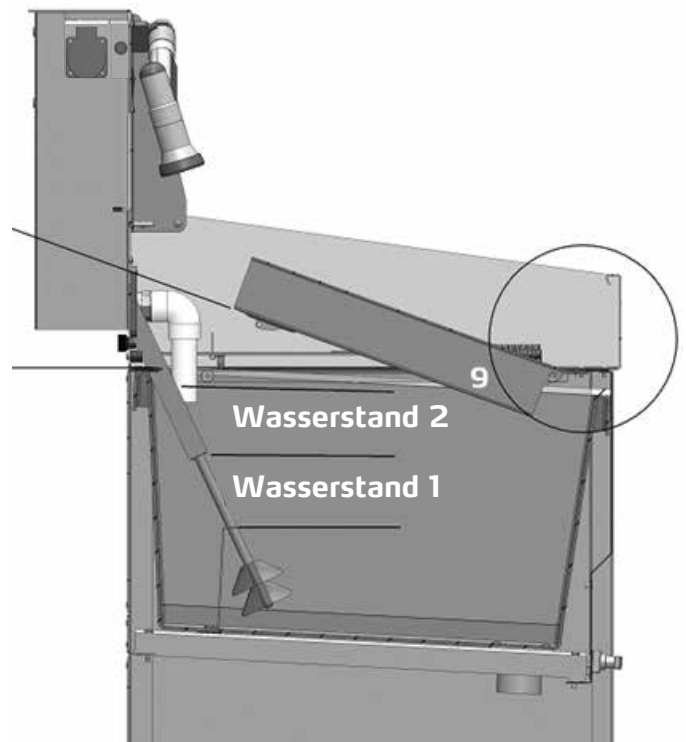

Abb. 4
- Reinigen der Walzen im Walzen-Vorwaschbecken (Lieferumfang im ColorFree TOP Set) (9) Abb. 4
Bevor das Waschwasser dann im weiteren Betrieb aufbereitet werden kann, muss ein Mindest-Wasserstand vorhanden sein (Wasserstand 1) Abb. 4.
Siehe Abbildung 4. Das Becken wird mit den Aufnahmeklappen (9) schräg, in einem Winkel von etwas 20° in auf die Aufnahmestützen aufgesteckt.